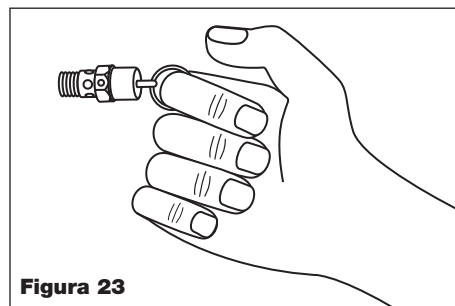

Figura 23
2. Usando gafas de protección, tire del anillo de la válvula de seguridad para liberar la presión del tanque del compresor. Protéjase contra el aire a alta velocidad que se libera; no permita que el aire a alta velocidad quede dirigido hacia su rostro (vea la Figura 23).